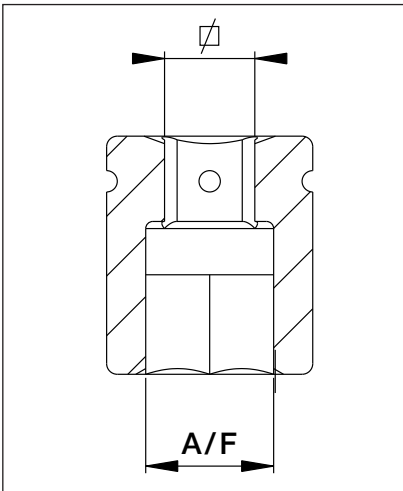

Fig. 33
6.7 Dimensiones, sockets hexagonales, serie BSH (Fig. 33)
6.7 Dimensiones, sockets hexagonales , serie BSH (Fig. 33 continuación)